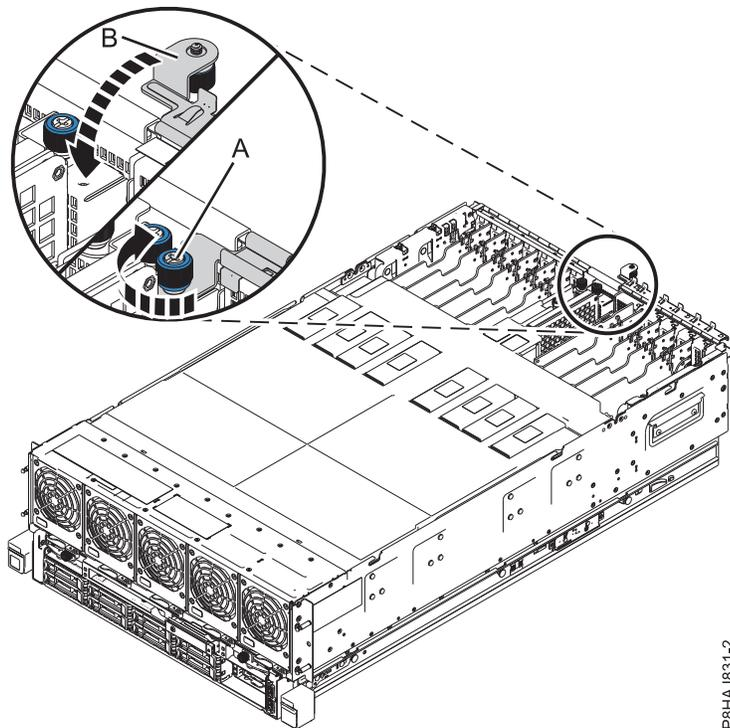

Figura 72. Fechar o trinco de E/S
2. Feche o trinco de acesso de assistência (**B**) fazendo-o deslizar em direcção ao chassis, tal como é apresentado na Figura 72 na página 112.